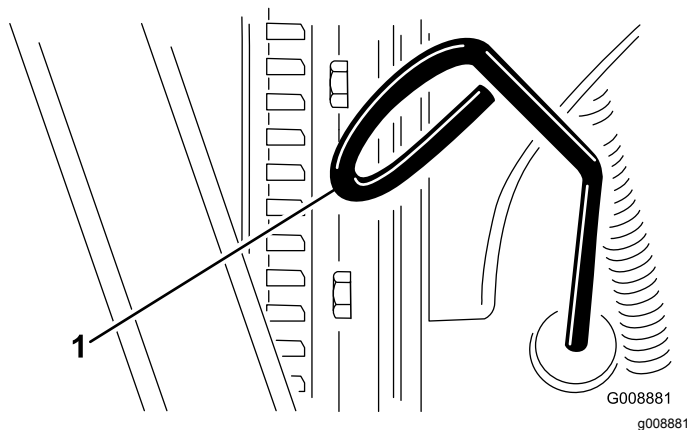

Figure 47
3. Retirez la jauge, essuyez-la sur un chiffon et remettez-la en place (Figure 47).